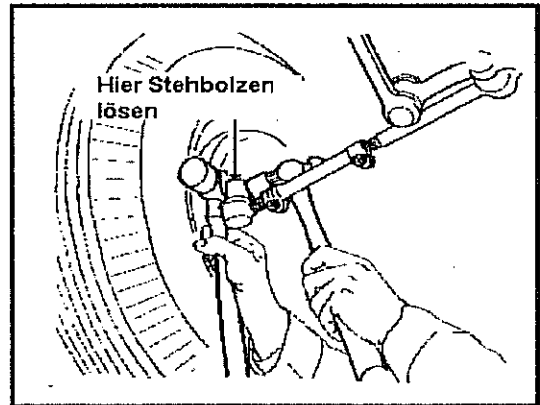

Abb. 7-4 Lösen des Stehbolzens in der konischen Aufnahme
- Wie in Abb. 7-4 gezeigt, den Stehbolzen des Spurstangenkopfes in der konischen Aufnahme des Achsschenkels lösen. Hierzu mit einem Hammer, Eisenklotz o.ä. gegenhalten und mit